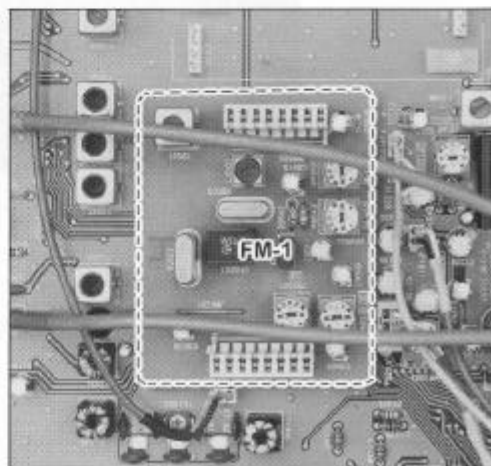

Figura 5
3. Riferirsi alla figura 5 e spingete il circuito del filtro opzionale nei contatti ad esso assegnati. Spingete con delicatezza sino a quando il circuito è ben inserito nel connettore.